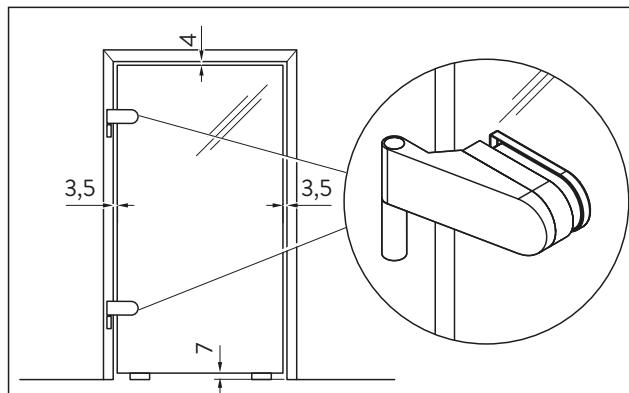

Abb. 2 Spaltmaße
- Den Glastürflügel an der Montageposition auf Holzklötzte aufstellen und lotrecht ausrichten. Die Spaltmaße beachten, siehe Abb. 2.